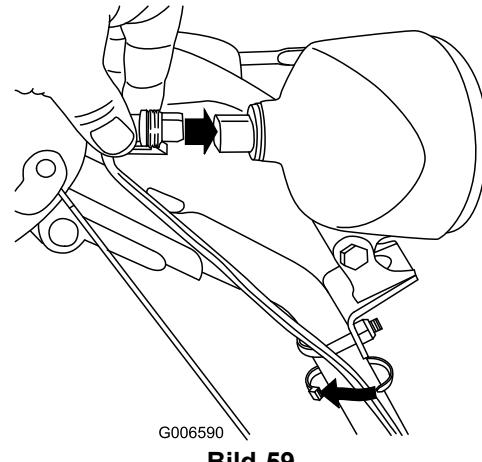

Bild 59
6. Setzen Sie den Kabelanschluss hinten am Scheinwerfer gerade ein, bis er fest sitzt (Bild 59).